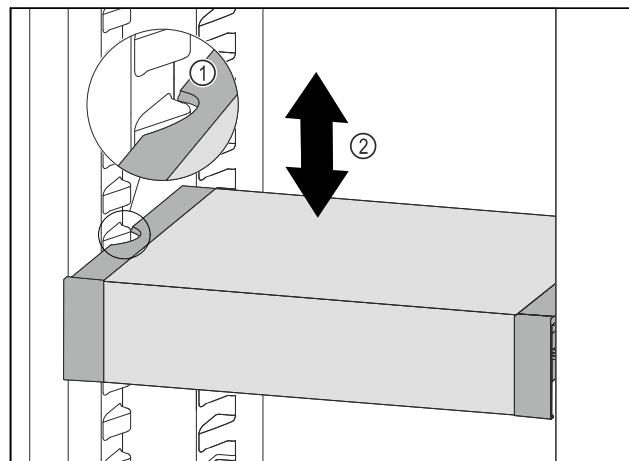

Fig. 127
- VarioSafe tiahajte dopredu, dokým sa bočné vybrania VarioSafe nebudú nachádzať vo výške rebra nádoby v chladničke. Fig. 127 (1)
- VarioSafe v chladničke presúvajte nahor alebo nadol, dokým sa dosiahne požadovaná výška. Fig. 127 (2)